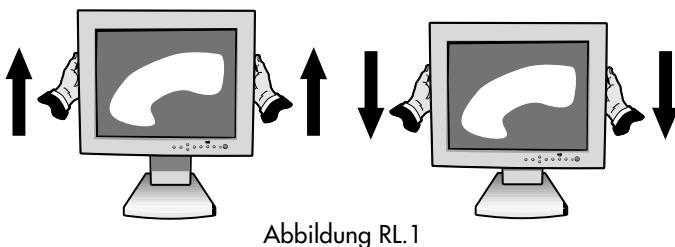

Abbildung RL.1
Der Monitor kann sowohl in Längs- als auch in Querstellung höher- bzw. tiefergestellt werden. Um den Bildschirm höher- oder tieferzustellen, legen Sie Hände auf jede Seite des Monitors und heben Sie an oder senken Sie zur gewünschten Höhe (Abbildung RL.1).
Bevor Sie den Bildschirm drehen, muß er auf seine höchste Position gestellt werden, damit der Bildschirm beim Drehen nicht gegen die Unterlage stoßen oder Ihre Finger einklemmen kann. Um den Bildschirm anzuheben, legen Sie Hände auf jede Seite des Monitors und heben Sie bis zur höchsten Position an (Abbildung RL.1).
2. Legen Sie eine Hände auf jede Seite des Monitors und heben Sie bis zur höchsten Position an (Abbildung RL.1).